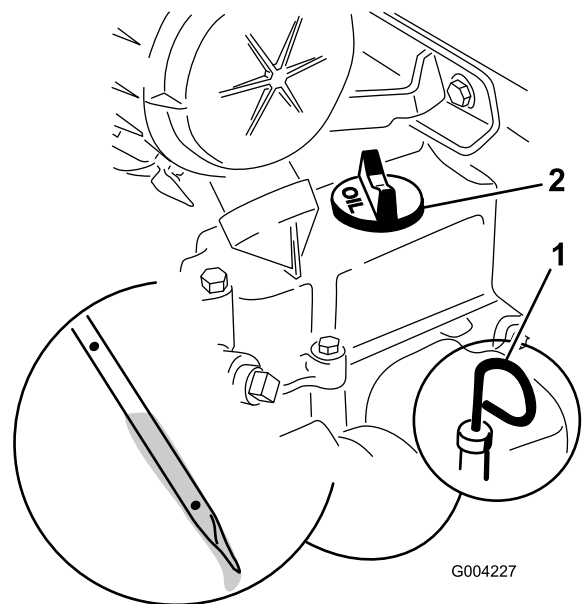

Figura 17
4. Pulite attorno all'asta di livello (Figura 17).
5. Estraiete l'asta di livello dell'olio e pulite l'estremità metallica (Figura 17).
6. Infilate fino in fondo l'asta di livello nel relativo tubo (Figura 17).
8. Se il livello dell'olio è basso (al di sotto del foro inferiore), pulite attorno al tappo di riempimento dell'olio e rimuovete il tappo (Figura 17).